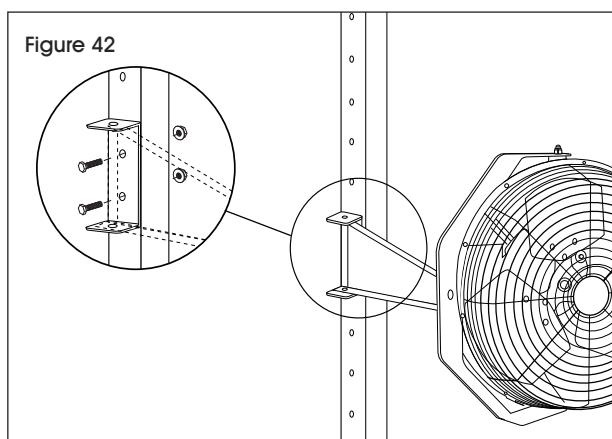

Figure 42
- Sécurisez aux montants à l'aide de deux boulons hexagonaux M6 x 40 mm et deux écrous à embase M6. (Voir Figure 42)